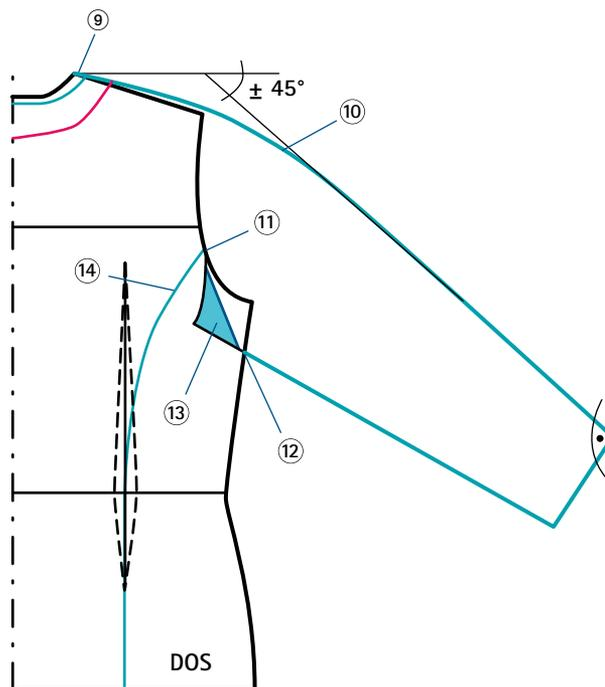

FIG. 2
⑫ Puis tracer une droite joignant ce point à l'extrémité de l'emmanchure abaissée de 5 cm au maximum (cette mesure doit être identique à celle du devant). Fermer la construction de la manche.
⑬ Retracer « en miroir » le petit angle obtenu (soufflet), comme sur la figure 2, en bleu.
⑭ À partir du point ⑪, tracer une ligne de découpe courbe passant par l'axe de la pince à la taille, et se terminant à la verticale en bas du dos.
Tracer la parementure du milieu devant avec l'encolure (largeur de 10 cm environ) et celle de l'encolure dos (fig. 1 et fig. 2, en rouge), puis les décalquer.